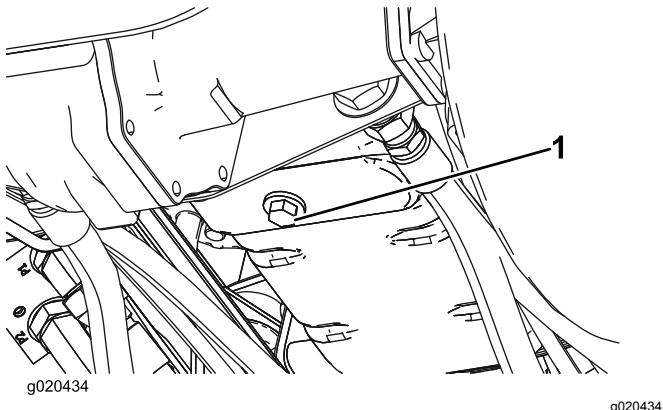

図 29
1. ドレンプラグ図 29を外してオイルを容器に受け る。オイルが抜けたらドレン・プラグを取り付ける。